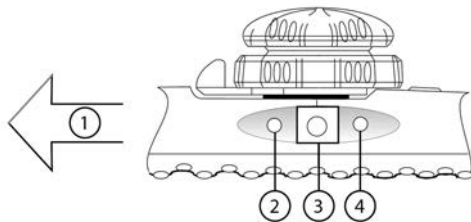

Figure 7 Commandes de rotation du plan de balayage
La rotation du plan de balayage est pilotée par un moteur placé dans la poignée de l'endoscope et contrôlée par des boutons situés sur la poignée (voir la Figure 7).
Appuyer sur le bouton du bi-plan (bouton central) sur la poignée de l'endoscope. Voir la Figure 7 à la page 15.
- 3 Appuyer sur les boutons de commande du plan de balayage pour faire pivoter celui-ci dans le sens antihoraire (de 0° à 180°) ou dans le sens horaire (de 180° à 0°). Voir la Figure 7 à la page 15.